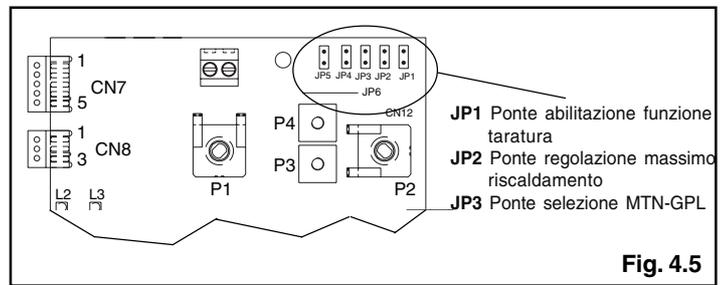

Fig. 4.5
La funzione “regolazione elettrica” viene attivata e disattivata esclusivamente dal jumper (JP1) (fig. 4.5).
- inserire il jumper JP1 (fig. 4.5) per abilitare le manopole poste sul pannello
- inserire il jumper JP2 (fig. 4.5)
- sulla scheda di controllo (fig. 4.5):